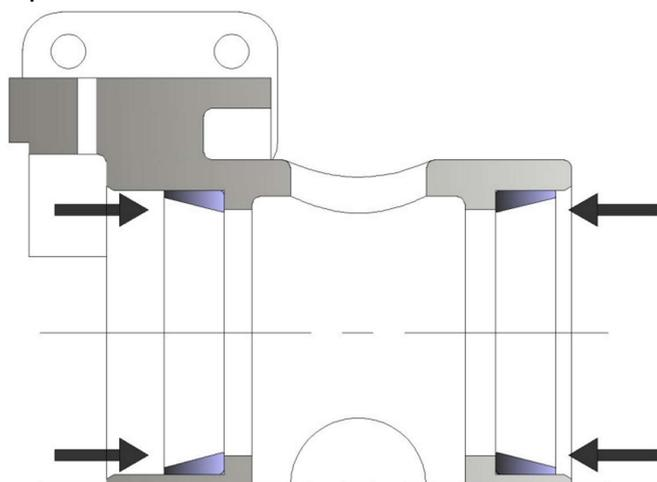

Figure 35 - Montage bague externe
- Enfoncer sur les bagues externes des roulements avant (5) et arrière (4) dans le logement, (Figure 35) et s'assurer qu'elles sont à l'équerre et fermement appuyées contre